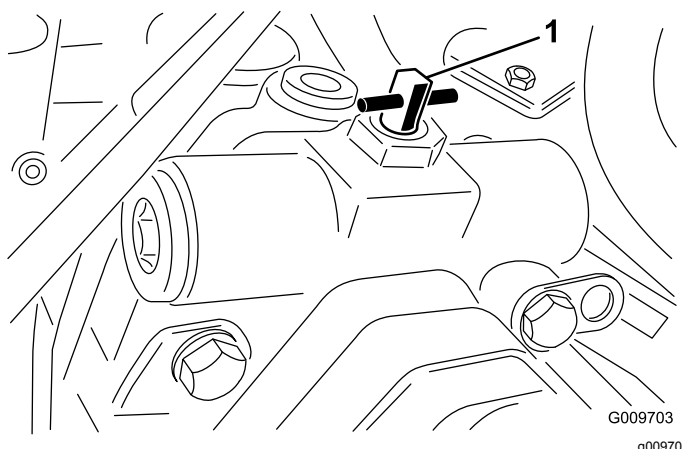

Рисунок 23
2. Чтобы открыть клапан и обеспечить внутренний перепуск масла, поверните клапан перепуска на 90° (1/4 оборота) в любом направлении (Рисунок 23).